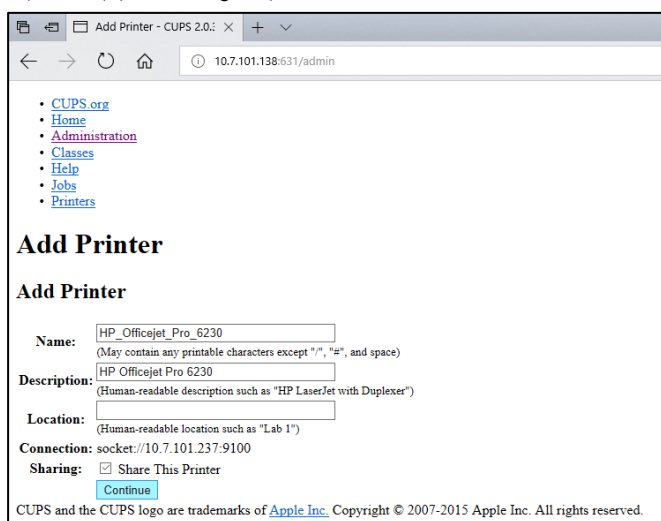

Abbildung 79: Bildschirm Add Printer (Drucker hinzufügen)
5. Wählen Sie Share this printer (Diesen Drucker freigeben) und drücken Sie auf Continue (Weiter) (Abbildung 79).